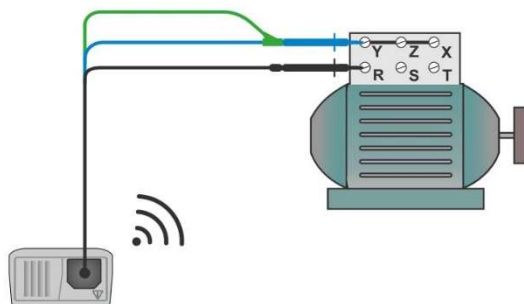

Figura 5.11: 3 fili Applicazione puntale
- ☐ **Collegare** i puntali all'oggetto testato (vedi figura 5.11).